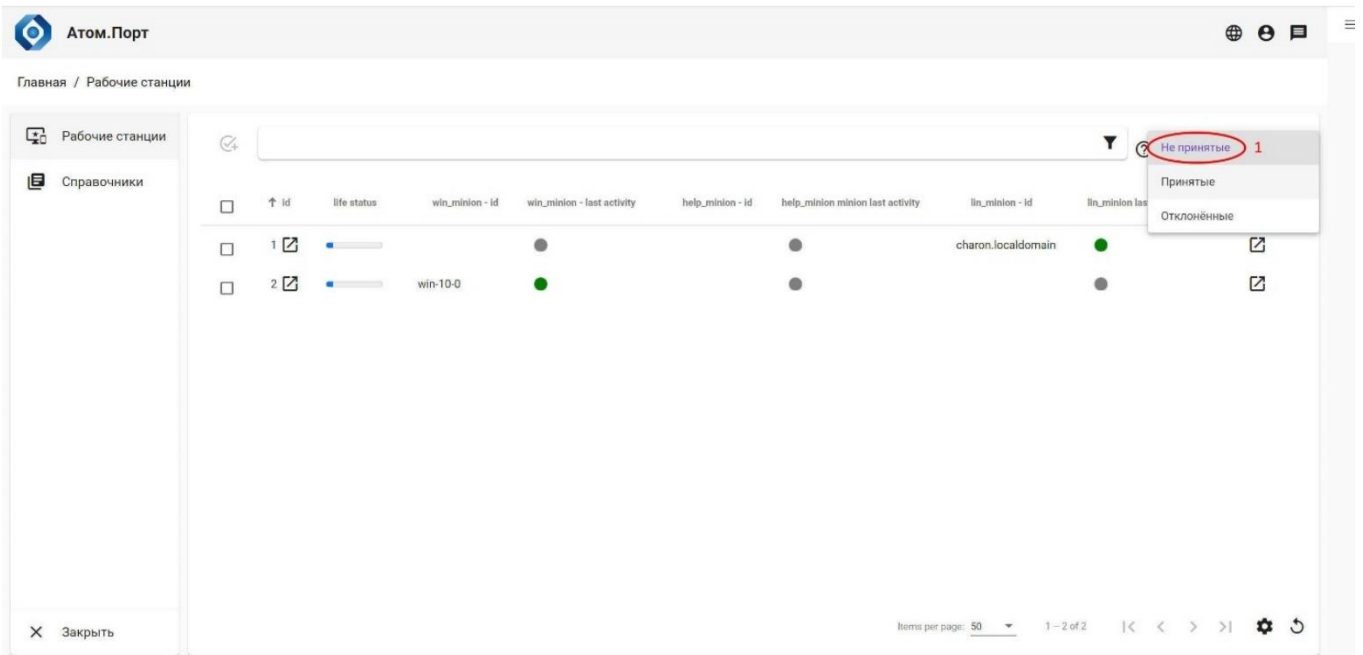

Рисунок 20 – Список непринятых РС
1. В главном меню веб-интерфейса перейти на страницу «**Рабочие станции**». Открыть таблицу с рабочими станциями, не допущенными к миграции, выбрав значение состояния «**Не приняты**» (Рисунок 20, поз. 1):